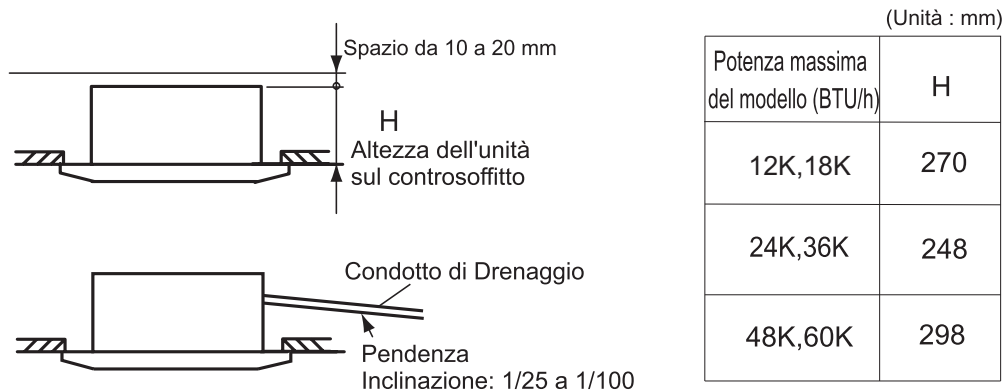

Fig.3.2 Posizionamento dell'unità interna
- Selezionare la posizione d'installazione come segue (Fig. 3.2) :